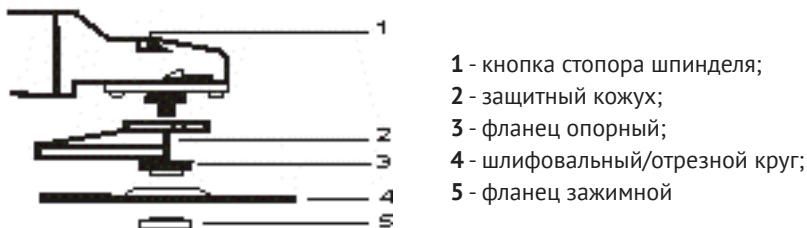

рис. 2
2.2.1 Выбрать круг (рис.2 поз.4), для предполагаемого вида работы, и зажимным фланцем (рис.2 поз.5) зафиксировать его, с помощью входящего в комплект ключа, на шпинделе.
3.3 Для монтажа рабочего круга (рис.2 поз.4) отключите от сети штепсельную
вилку шлифмашины. Зафиксирував шпиндель нажатием кнопки (рис.2 поз.1) механизма стопора, установите круг в соответствие с рис.2. Для закручивания зажимного фланца (рис.2 поз.5), используйте ключ, имеющийся в комплекте поставки. Не прилагайте чрезмерного усилия при затяжке. Проверьте вращение шпинделя с кругом (вращение должно быть свободным).
3.5 В случае затруднения демонтажа рабочего круга, во избежание поломки стопора (рис.2 поз.1), используйте гаечный ключ для удержания шпинделя шлифмашины.
3.6 По окончании работы очистите от пыли и грязи защитный кожух (рис.2 поз.2), детали крепления круга, шнур питания, корпус двигателя и вентиляционные отверстия рукоятки. Для очистки внутренних полостей можно воспользоваться пылесосом.